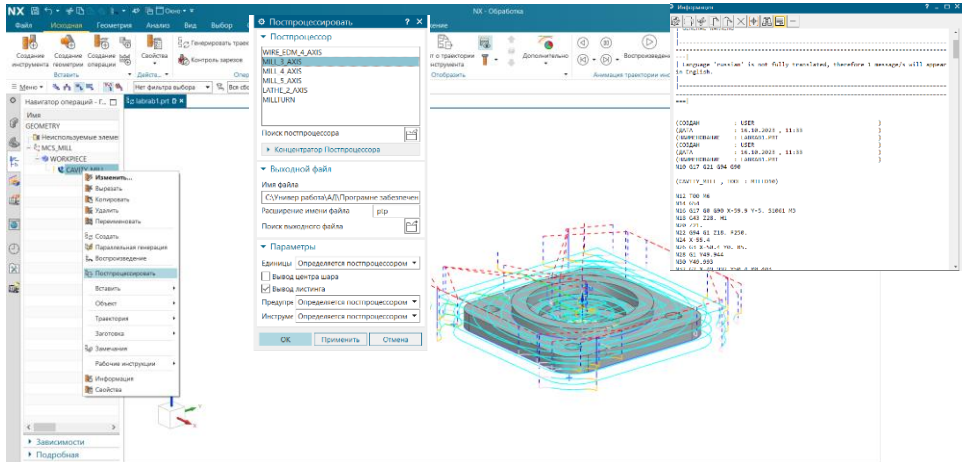

Рисунок 1.16 Диалогове вікно «Постпроцесоринг»
10) Виберіть операцію CAVITY\_MILL в навігаторі операцій і виконайте команду «Постпроцессировать». З'явиться діалогове вікно постпроцесування(рис. 1.16).